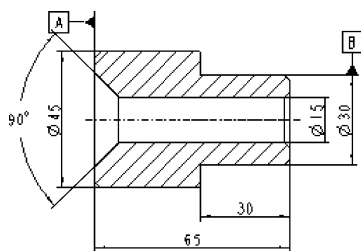
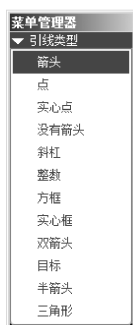

图 10-242 改变基准方向
图 10-243 【引线类型】菜单
(2) 在图形区选择基准 B,按下鼠标右键,在弹出的快捷菜单中选择【反向尺寸界线】选项,基准符号 B 放置在另一尺寸界线一侧,如图 10-242 所示。
(3) 单击【插入】选项组中的【几何公差】按钮 ,弹出【几何公差】对话框,在其左侧选择【圆柱度】公差 ,切换至【公差值】选项卡,在【公差值】选项组的【总公差】文本框中输入“0.005”。
(4) 切换至【模型参照】选项卡,在参照【类型】下拉列表框中选择【曲面】,单击【选取图元】按钮。
(5) 消息区提示“选取曲面”,在图形区选取“ $\phi 30$ ”的圆柱面,放置【类型】下拉列表框被激活。
(6) 在放置【类型】下拉列表框中选择【法向引线】选项,出现【引线类型】菜单,如图 10-243 所示。